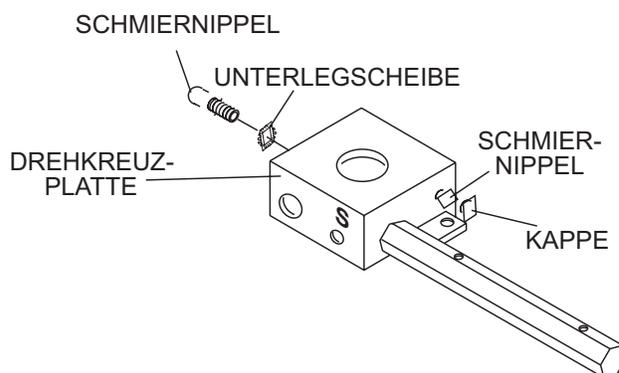

Abbildung 25. Glättarmausbau
1. Die beiden verbleibenden Schmiernippel und Innensechskantschrauben von der Drehkreuzbaugruppe entfernen (Abbildung 25).